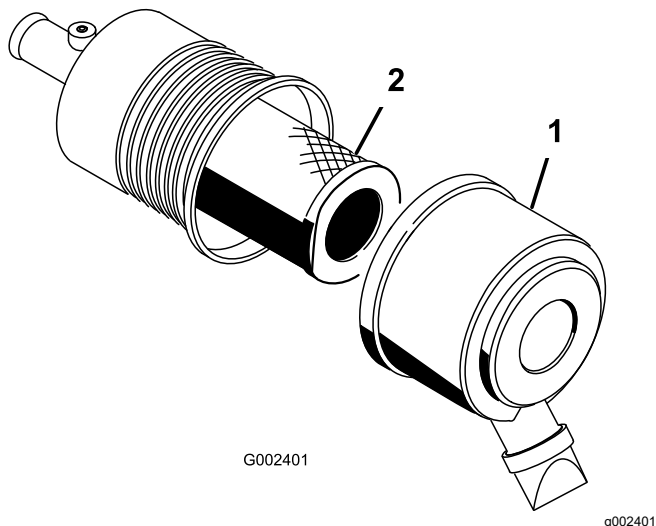

Figure 32
1. Ouvrez les dispositifs de verrouillage du filtre à air et détachez le couvercle du boîtier du filtre (Figure 32).
3. Sortez l'élément filtrant du boîtier du filtre avec précaution (Figure 32).
5. Insérez le filtre sur le tube du boîtier avec précaution (Figure 32).
6. Reposez le couvercle du filtre à air, le côté en haut, et verrouillez-le (Figure 32).